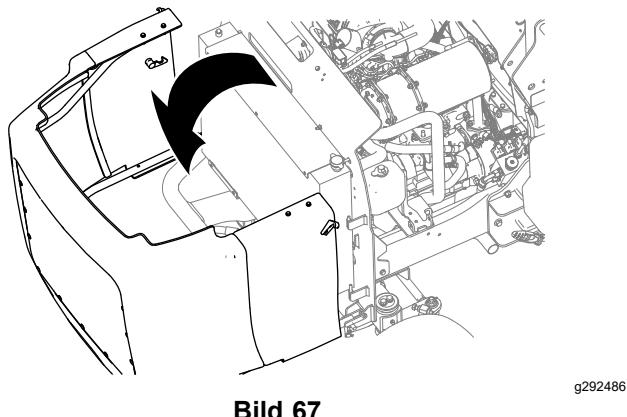

Bild 67
5. Entriegeln und öffnen Sie die Motorhaube (Bild 67).